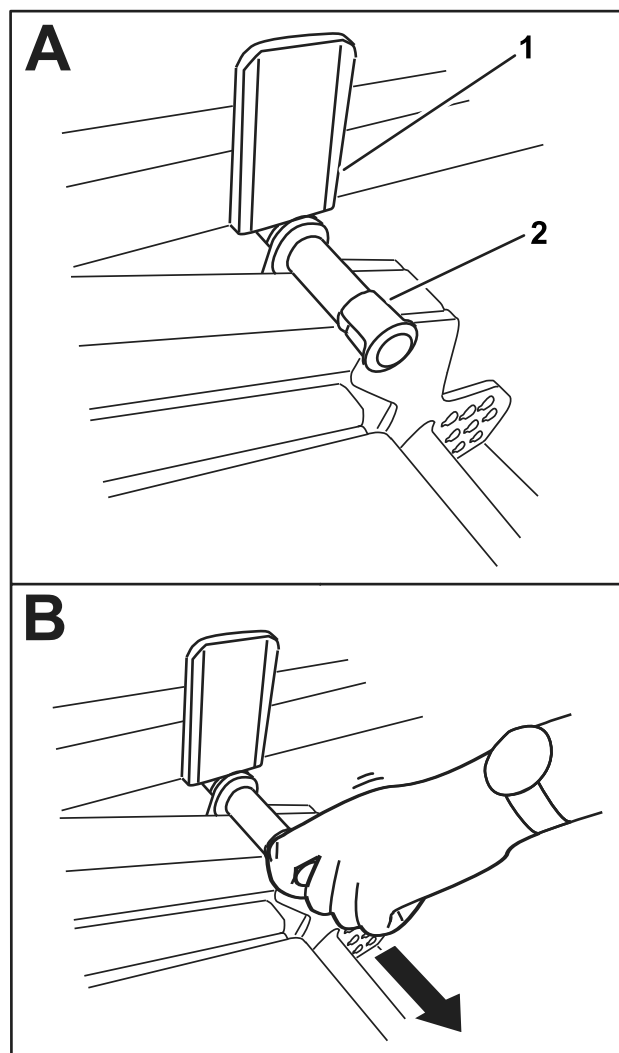

Рисунок 42
2. Медленно поверните режущий блок вниз до контакта штифта с пластиной подъемного рычага (А на Рисунок 42).
3. Нажмите ногой вниз на режущий блок и затем выньте штифт (В на Рисунок 42), чтобы режущий блок мог установиться в положение TRANSPORT (ТРАНСПОРТИРОВКА).